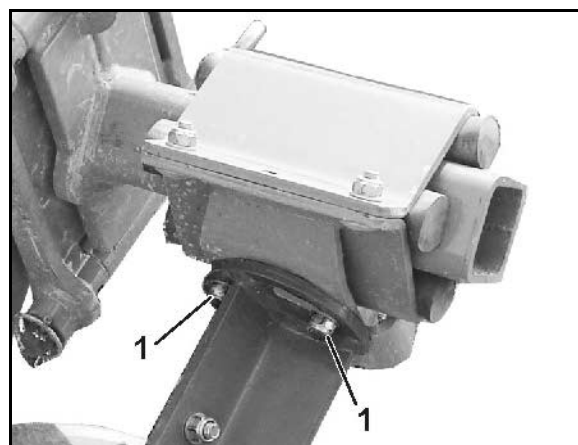

Fig. 33
2. Løsn tre forskruninger (Fig. 33/1).